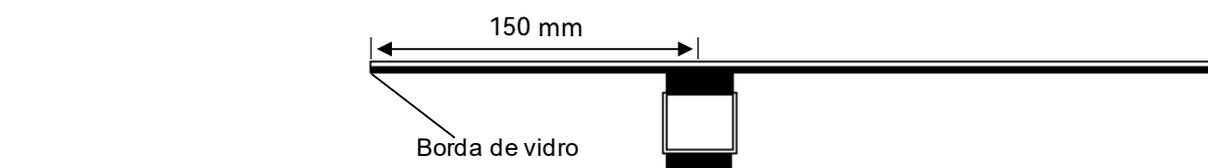

Figura 10
② A distância que o produto ultrapassa a nervura em cada extremidade não deve exceder 100 mm. (conforme mostra a Figura 10)